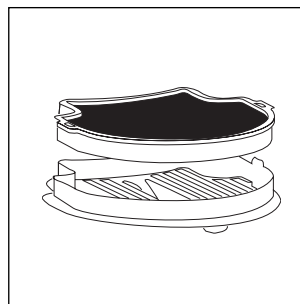

Fig. 24
- Haal de achterste filter weg (fig. 24).